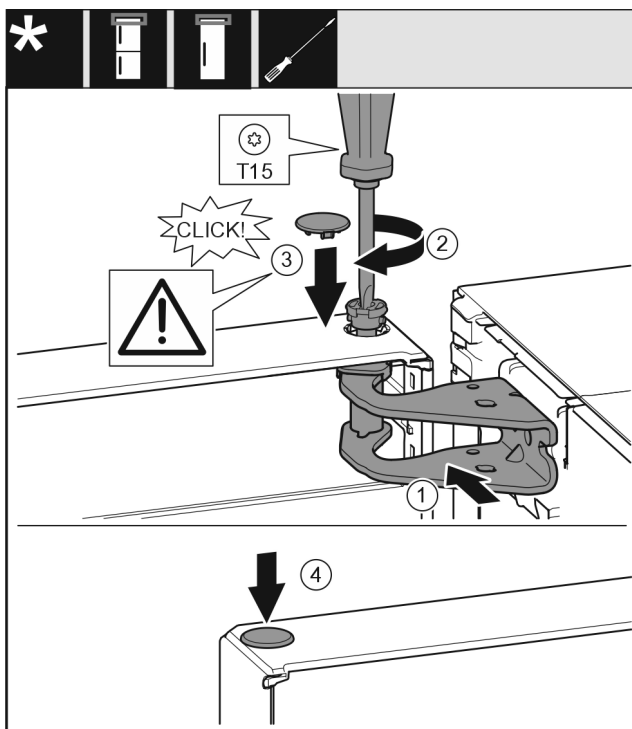

Fig. 15
- ▶ Tür oben zur Öffnung im Lagerbock ausrichten. Fig. 15 (1)
- ▶ Bolzen einsetzen und mit Schraubendreher T15 festschrauben. Fig. 15 (2)
- ▶ Sicherungsabdeckung zur Sicherung der Tür montieren: Sicherungsabdeckung einsetzen und kontrollieren ob sie auf der Tür aufliegt. Ansonsten Bolzen vollständig einsetzen. Fig. 15 (3)
- ▶ Stopfen einsetzen. Fig. 15 (4)